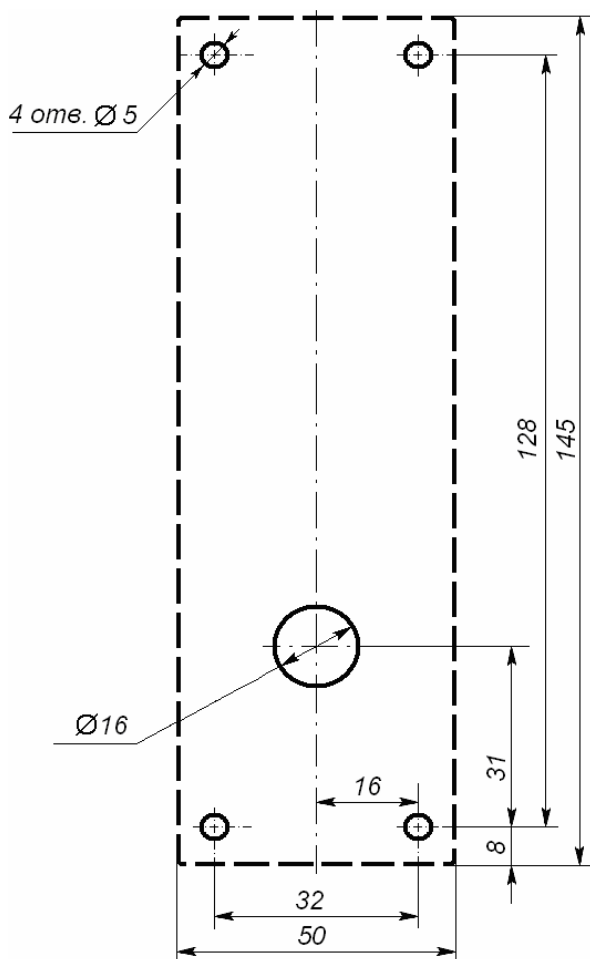

Рисунок 3. Разметка отверстий для установки считывателя (пунктиром показаны габариты корпуса считывателя)
3. Произведите разметку и разделку отверстий на установочной поверхности для крепления металлического основания и проводки кабеля от считывателя. Схема разметки указана на рис. 3.